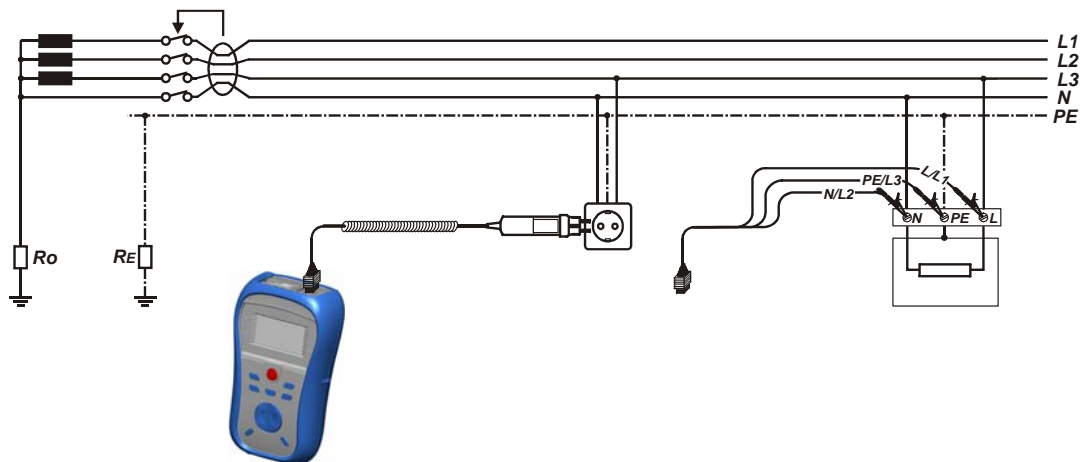

Bild 5.17: Anschluss des Plug Commanders (Netzsteckeradapter) und des Universalprüfkabels
- ❑ **Schließen** Sie die Prüfleitungen am Prüfling **an** (siehe Bild 5.17).
- Schließen** Sie die Prüfleitungen am Prüfling **an** (siehe Bild 5.17).
- Schließen** Sie die Prüflitungen am Prüfling **an** (siehe Bild 5.17).
<input type="checkbox"/> Wählen Sie mit dem Funktionswahlschalter die Funktion RCD . <input type="checkbox"/> Setzen Sie die Unterfunktion auf AUTO . <input type="checkbox"/> Stellen Sie (bei Bedarf) die Prüfparameter ein. <input type="checkbox"/> Schließen Sie das Prüfkabel am Instrument an . <input type="checkbox"/> Schließen Sie die Prüfleitungen am Prüfling an (siehe Bild 5.17). <input type="checkbox"/> Drücken Sie die Taste TEST , um die Messung durchzuführen.	Start der Prüfung